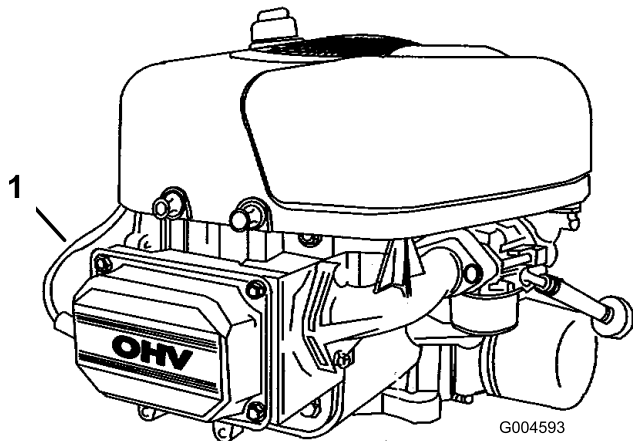

Figura 25
7. Desconecte el cable de la bujía (Figura 25).
3. Conecte el cable de la bujía (Figura 25).